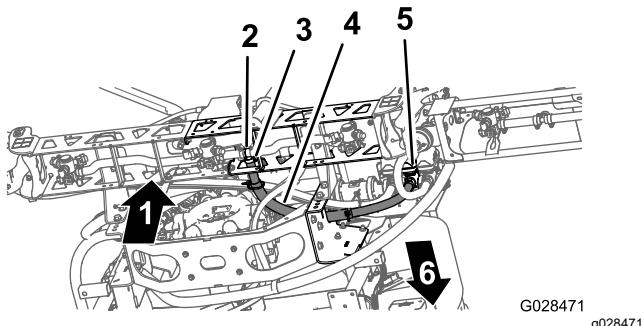

Figura 44
- Oriente a tubagem da secção da rampa central como se mostra na Figura 44.
- Instale o tubo da secção da rampa sobre a união em T estriada na secção da rampa central e prenda o tubo com uma braçadeira de tubos (Figura 44).